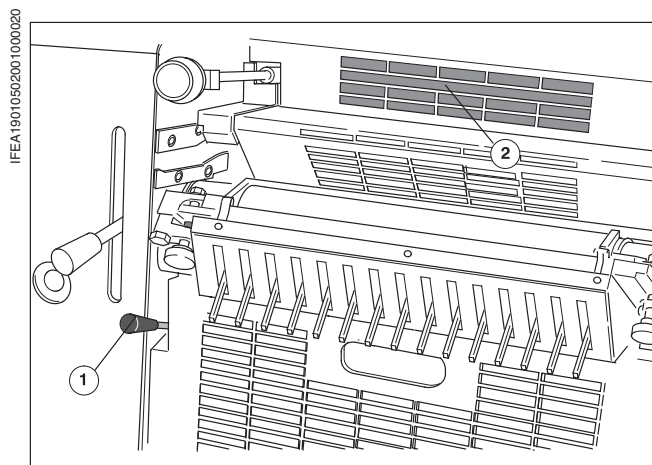
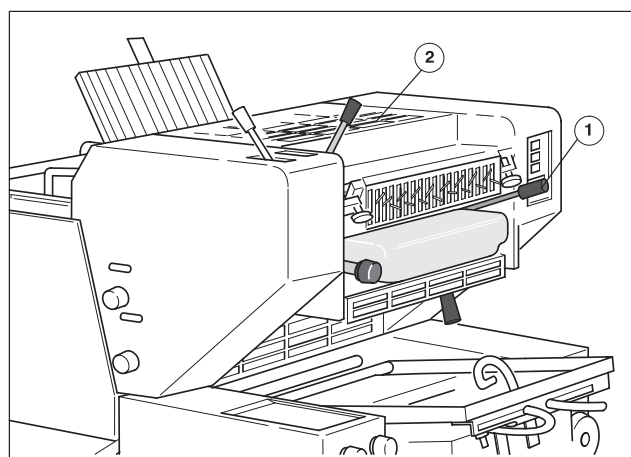

Рис. 13 Смывка красочного аппарата ПС 1
Рис. 14 Смывка красочного аппарата ПС 2
- ❶ Перед началом смывки кривошипную рукоятку на самонакладе необходимо вдавить, чтобы предотвратить подъем стола стапеля самонаклада.
- ❷ Запустить машину.
- ❸ Через щель в защитном ограждении (ПС 1, Рис. 13/❷) распылить немного смывки на красочные валики/увлажняющие валики; в ПС2 смывка распыляется через прорез над красочным аппаратом (Рис. 14/❷).
- ❹ Рычаг устройства для смывки красочных валиков (ПС 1 Рис. 13/❶, ПС 2 Рис. 14/❶) установить вверх: смывочный ракель будет подведен.
- ❺ Брызгать смывку на валики до тех пор, пока валики не станут чистыми.
- ❻ Остановить машину.
- ❼ После того как смывочный ракель перестанет снимать краску, рычаг устройства смывки (ПС 1 Рис. 13/❶, ПС 2 Рис. 14/❶) установить вниз, смывочный ракель будет отведен.
- ❽ Устройство для смывки валиков необходимо ежедневно вынимать и чистить (см. главу "D Красочный аппарат").